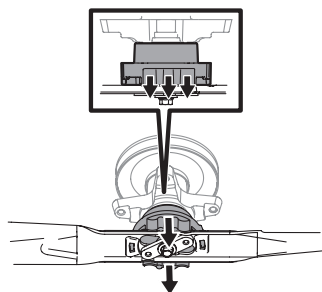

Fig. 54
6. Vous entendrez un dé clic lorsque la lame s'enclenche bien (Fig. 54).